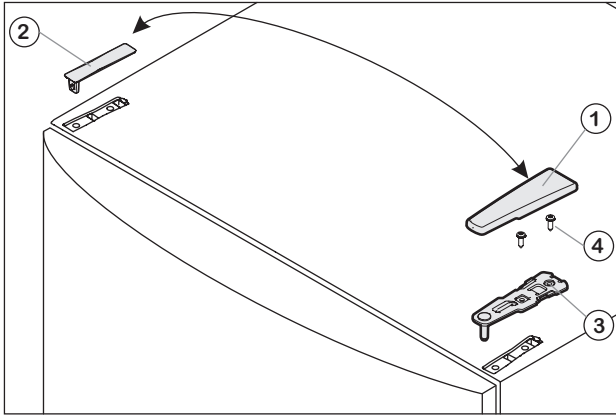

Fig. 1
- Снимите крышки (1) и (2), рис. 1.
- Открутите верхний опорный кронштейн (3), рис. 1 (2 шт. Torx 25) (4), рис. 1 и оттяните вверх.
- Установите верхний опорный кронштейн (3), рис. 1 на новой стороне шарнира и защелкните в дверце.
- Прикрутите верхний опорный кронштейн (2 шт. Torx 25), поз. (4), рис. 1.
- Защелкните крышки (1) и (2), рис. 1 соответственно на противоположной стороне.